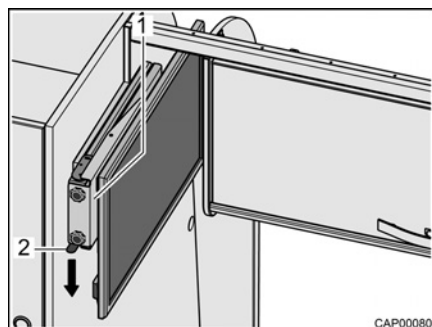

Bild 49 Auszug mit Flachbildschirm
- Rastfeder (Bild 49,1) nach unten drücken und Auszug (Bild 49,2) mit Flachbildschirm waagrecht in Richtung Fahrzeugmitte herausziehen.
- Auszug (Bild 49,2) mit Flachbildschirm waagrecht bis zum Anschlag hineinschieben. Die Rastfeder (Bild 49,1) rastet hörbar ein.